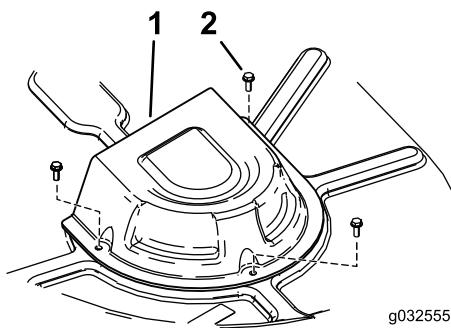

Figura 71
- Retire las cubiertas de las poleas (Figura 71).